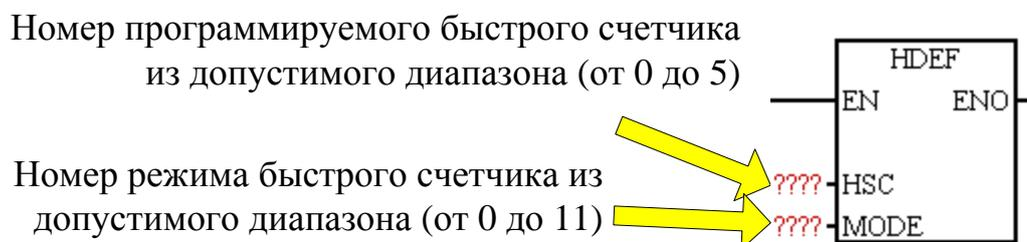

Рис. 4-6. Блок задания режимов быстрого счетчика
- HDEF (от англ. High Speed Counter Definition – задание режима быстрого счетчика (рис. 4-6) из допустимого диапазона (таблицы 4-3 и 4-4).